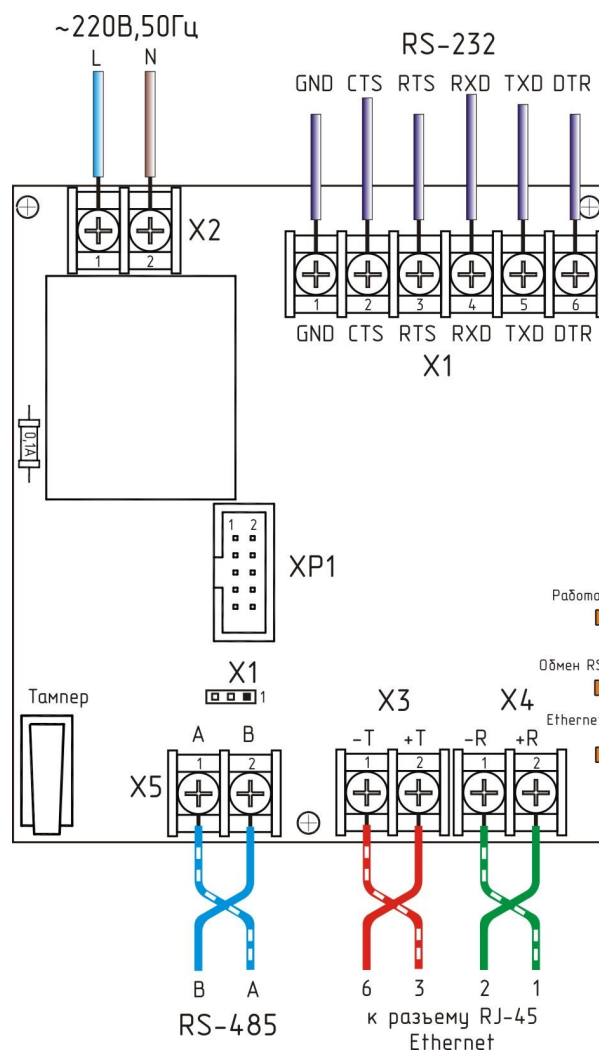

Рисунок 12 - Подсоединение внешних цепей к БПДД-Е
2) Подключить соединитель типа «PATCHCORD» между БПДД-Е и оконечным сетевым оборудованием (маршрутизатор, хаб, и т.д.). Длина кабеля UTP категории 5е соединителя должна быть не более 100 м. В блоке БПДД-Е отдельные провода соединителя прикручивают к клеммам под винт разъемов Х3 и Х4 (рисунок 12).